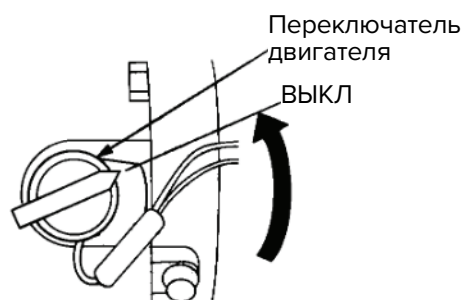

Рис. 16. Переключатель двигателя ВКЛ/ВЫКЛ (ВЫКЛ)
2. После того как двигатель остынет, поверните переключатель двигателя в положение ВЫКЛ (см. рис. 16).